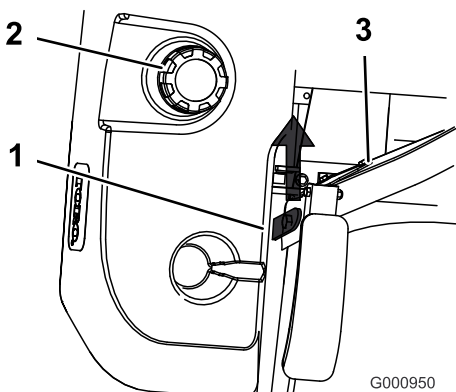

Figura 30
3. Sollevate il sedile, al fine di accedere ai componenti sotto il sedile (Figura 30).